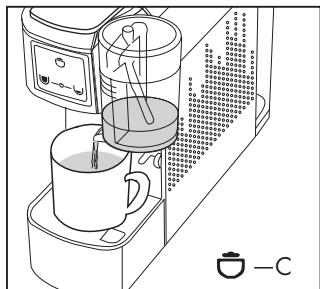

Fig. 14
- Presser la touche (C)  ; la machine distribuera la crème de lait. (**Fig.14**)
- Remplir le récipient (13) avec la quantité de lait souhaitée, presser et garder la touche (C)  enfoncée pour régler la distribution du lait pour le cappuccino, lâcher la touche quand la quantité souhaitée est sortie ; la dose est ainsi mémorisée pour les distributions suivantes (**Fig. 14**)